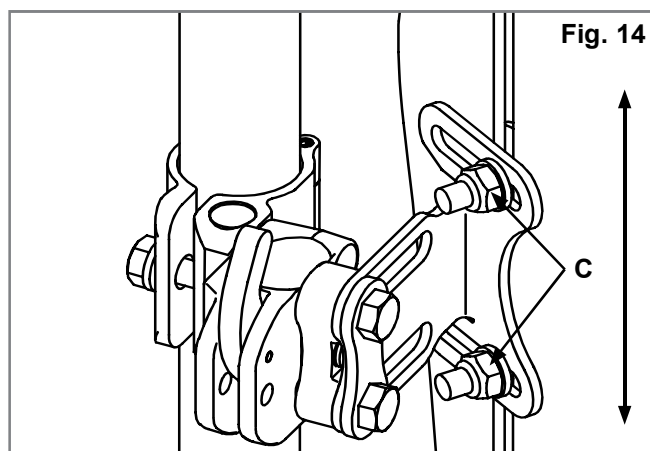

Fig. 14
1. Højdejustering (Fig. 14).
- Skrue bæremøtrikkerne (C) løs, og justér højden på ryggens skal til den ønskede position.
- Spænd bæremøtrikkerne (C) forsvarligt. Det anbefalede tilspændingsmoment er 8,5 – 9,3 Nm